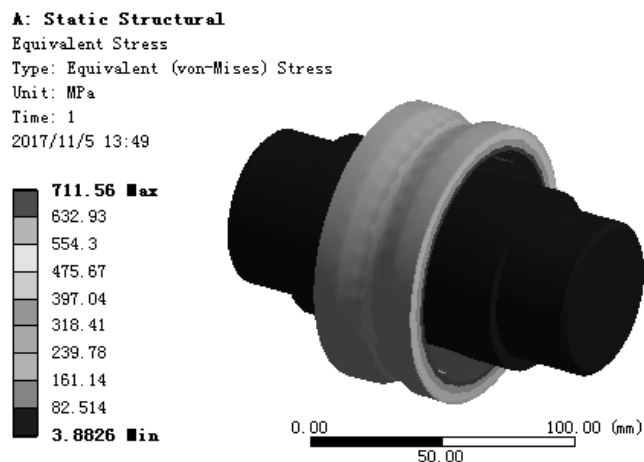

图 7.6.36 总应力结果图解
(1) 求解分析。在顶部工具栏中单击 **Solve** 按钮求解分析。
(2) 查看应力结果图解, 在“Outline”窗口中选中  Equivalent Stress, 查看图 7.6.36 所示的总应力结果, 其最小应力为 3.8826 MPa, 最大应力为 711.56MPa。